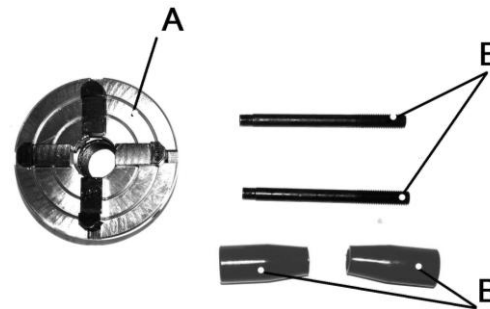

Рис. 2
3. КОМПЛЕКТНОСТЬ (Рис. 2)
5. УСТРОЙСТВО И МОНТАЖ (Рис. 2 - 4)
5.2. Сборка и монтаж (Рис. 2 - 4)
- 5.2.1. Перед началом установки патрона соберите ключи (7). На шпильку (Б) накрутите ручку (В), Рис. 2, 4.